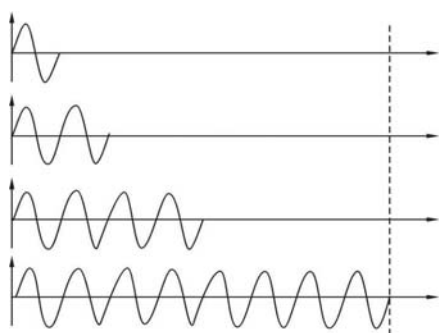

图 1
2.7 外形尺寸：200 \times 192 \times 60 详见附图 1
内，将电路接通几个周波，然后断开几个周波，通过改变可控硅导通和截止的相对时间的长短来改变输出到负载上的功率，从而达到调节输出功率的目的。导通-截止的比例跟随给定输入信号而变化，主电路输出电压波形如图 1。
附图1 电路原理图